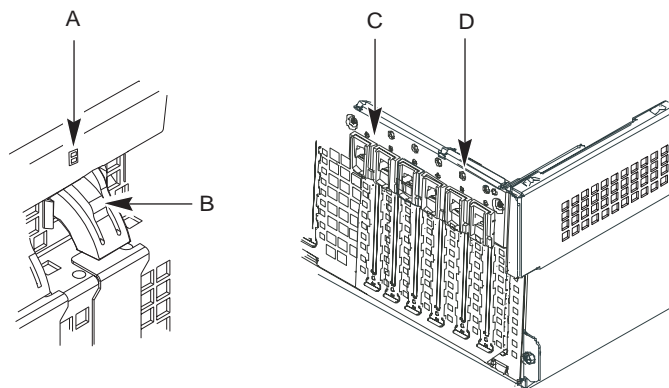

図4-4 PHPロック機構
各ホットプラグ PCI アドインボードは、PCI ホットプラグ（PHP）ロック機構によって固定されています（図 4-4 を参照してください）。
7. 本体の内側からPCIホットプラグ (PHP) ロック機構を押し下げます。本体の外側から下に向かって回転させます。これにより、カードのフェイスプレートが解放されます (99ページの図4-4を参照してください)。
11. PCIホットプラグ (PHP) ロック機構を外側から背面パネルに向けて押します。これにより、アドインボードが固定されます (99 ページの図 4-4 を参照してください)。